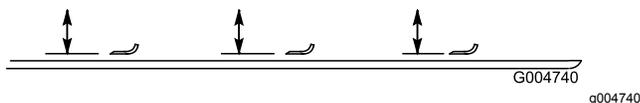

Figura 89
2. Rode a lâmina até que a extremidade fique virada para a frente e para trás e meça entre o interior da plataforma do cortador e a parte cortante na zona dianteira da lâmina (Figura 89).